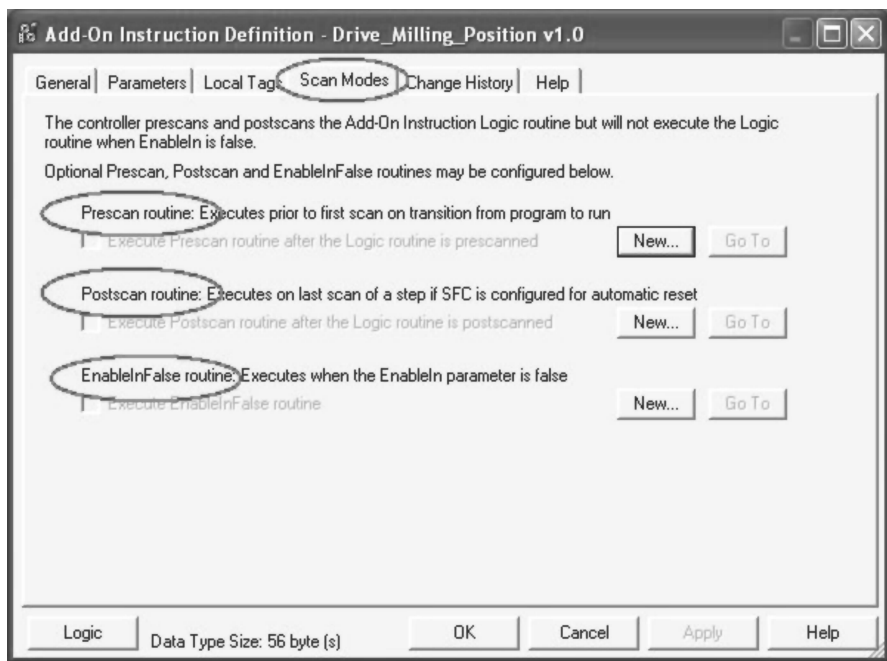

图 18-12 扫描模式选项卡
8. 选择“扫描模式”（Scan Modes）选项卡，如图 18-12 所示。